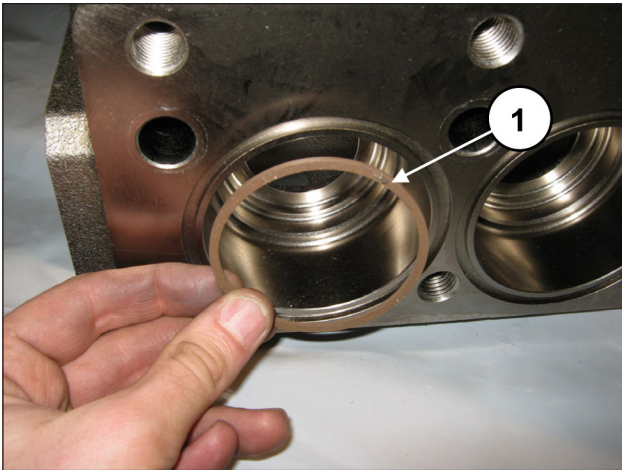

Fig. 147
En aspiration, insérer la bague anti-extrusion, rep. vue éclatée 6 (rep. ①, Fig. 147).